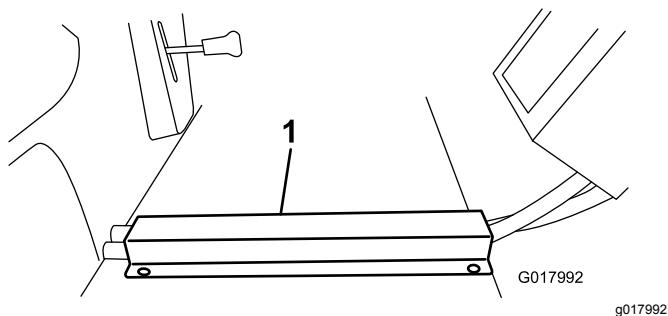

Рисунок 29
- Установите канал для шлангов над шлангами на полу автомобиля и выровняйте передний край по переднему краю пола. Отметьте и просверлите отверстия в полу автомобиля и заверните самонарезающие шурупы (Рисунок 29).